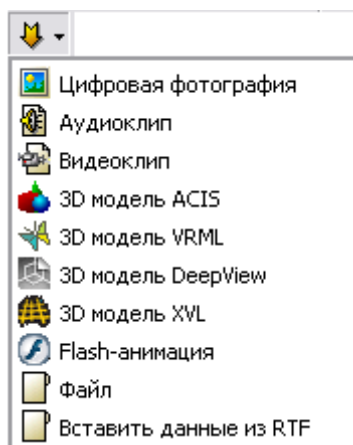

Рис. 5.193
2. На панели инструментов **Объекты** откройте список инструмента **Вставка объекта** (Рис. 5.193).